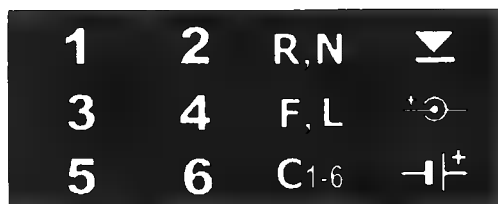

Рисунок 3.
5.2. Светодиодное индикаторное табло (см. Рис.3) содержит группу цифр от «1» до «6», показывающие номер текущей записи ЭКГ. Далее расположен блок индикаторов качества наложения электродов при съеме ЭКГ, объединенных в три группы: [R,N], [F,L], [C1-C6]. Справа находятся индикаторы режима работы прибора: - запись/трансляция ЭКГ в/из текущей ячейки памяти и - разряд батареи питания.
9.6. Если качество ЭКГ неудовлетворительное (плохой контакт электрода с телом пациента или обрыв в кабеле отведений), то подается звуковой сигнал отсутствия записи ЭКГ - «длинная двухчастотная трель» и загорается один из индикаторов качества записи: [R,L] - правые рука или нога, [F,L] - левые рука или нога, [C1-C6] - один из грудных электродов (на номер грудного электрода в этом случае указывает мигающий индикатор-цифра от 1 до 6, см. Рис.3). После этого проверьте плотность прилегания токопроводящих поверхностей ЭКГ электродов к телу, надежность контактов кабеля «пациента» с электродами и повторно нажать кнопку **«ЗАПИСЬ»**.